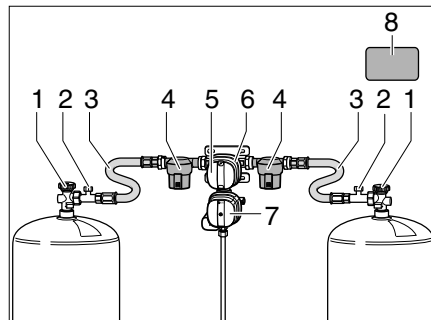
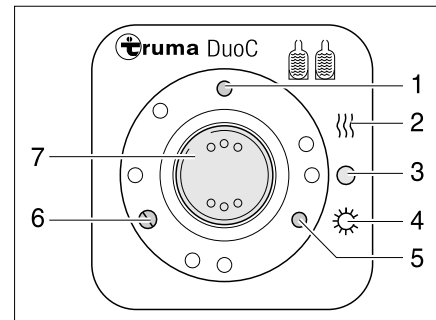
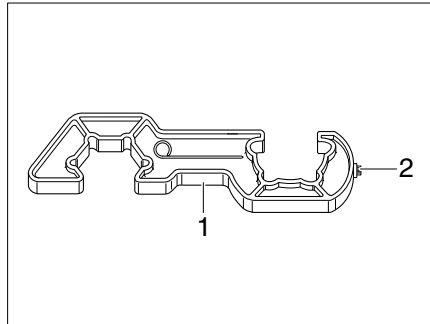
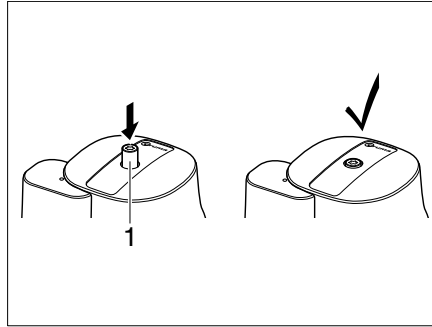

Bild 85 DuoControl-Umschaltanlage
Bild 86 Bedieneinheit
Bild 88 Schraubhilfe
Bild 89 Crashsensor
Die DuoControl-Umschaltanlage besteht aus einem Umschaltventil (Bild 85,6) und der Bedieneinheit (Bild 86). Das Umschaltventil ist zwischen den Hochdruckschläuchen (Bild 85,3) montiert. Mit dem Drehknopf (Bild 85,5) am Umschaltventil kann bestimmt werden, welche der Gasflaschen als Betriebsflasche und welche Gasflasche als Reserveflasche verwendet wird.
Das Umschaltventil (Bild 85,6) ist mit der Regler-Enteisungsanlage EisEx ausgestattet. So werden Störungen der Gasanlage im Winter vermieden.
Vor dem Umschaltventil befinden sich auf jeder Seite ein Gasfilter (Bild 85,4), der die Gasanlage vor Verölung und Verunreinigungen schützt.
An der Bedieneinheit (Bild 86) können nur die elektrischen Funktionen geschaltet werden. Die Haupt-Absperrventile (Bild 85,1) der Gasflaschen müssen von Hand geöffnet werden.
Das Umschaltventil gewährleistet einen konstanten Gasdruck, unabhängig davon, welche Gasflasche Gas liefert. Die zwei Kontroll-Leuchten an der Bedieneinheit zeigen den Füllstand der Betriebsflasche an. Wenn die grüne Kontroll-Leuchte (Bild 86,6) leuchtet, ist die Betriebsflasche voll. Wenn die rote Kontroll-Leuchte (Bild 86,5) leuchtet, ist die Betriebsflasche leer. Die Gasversorgung erfolgt dann über die Reserveflasche.
- Die Haupt-Absperrventile (Bild 85,1) an den Gasflaschen öffnen.
- Mit dem Drehknopf (Bild 85,5) am Umschaltventil (Bild 85,6) die Gasflasche wählen, der vorrangig das Gas entnommen werden soll (Betriebsflasche). Den Drehknopf immer bis zum Anschlag drehen.
- Den Wippschalter (Bild 86,7) auf "O" (Bild 86,3) stellen. Die gelbe Kontroll-Leuchte (Bild 86,1) erlischt.
- Die Haupt-Absperrventile (Bild 85,1) an den Gasflaschen schließen.
Die Kontroll-Leuchten an der Bedieneinheit (Bild 86,5 und 6) signalisieren im Fahrzeuginneren, ob die Betriebsflasche betriebsbereit ist.
Wenn die grüne Kontroll-Leuchte (Bild 86,6) während des Betriebs erlischt und die rote Kontroll-Leuchte (Bild 86,5) aufleuchtet, ist die als Betriebsflasche gewählte Gasflasche leer und muss gewechselt werden. Die Reserveflasche versorgt die Gasverbraucher weiterhin mit Gas.
- ▷ Zum An- und Abschrauben der Hochdruckschläuche die beiliegende Schraubhilfe (Bild 88,1) verwenden. Sie gewährleistet das nötige Anzugsmoment und verhindert Beschädigungen an der Verschraubung durch falsches Werkzeug.
- Das Haupt-Absperrventil (Bild 85,1) an der leeren Gasflasche schließen.
- Den Hochdruckschlauch (Bild 85,3) mit der Schraubhilfe (Bild 88) von der Gasflasche abschrauben.
- Die volle Gasflasche an den Hochdruckschlauch (Bild 85,3) anschließen.
- Das Haupt-Absperrventil (Bild 85,1) an der Gasflasche öffnen.
- Den Drehknopf (Bild 85,5) am Umschaltventil (Bild 85,6) mit einer halben Umdrehung so einstellen, dass die eben gewechselte Gasflasche als Reserveflasche dient.
- Knopf (Bild 85,2) für die Schlauchbruchsicherung am Hochdruckschlauch drücken, um sie zu aktivieren.
- Ggf. den Rückstellknopf (Bild 89,1) am Crashsensor drücken.
- ▶ Sicherheitsaufkleber (Bild 85,8) im Gaskasten beachten.
- Mit dem Torx T20 (Bild 88,2) an der Schraubhilfe den Entsicherungsknopf (Bild 89,1) eindrücken, leicht im Uhrzeigersinn drehen und 5 Sekunden lang halten.
Der Crashsensor ist betriebsbereit, wenn der Entsicherungsknopf (Bild 89,1) in der versenkten Stellung bleibt.
- Nach dem Wechsel der Gasflasche grünen Knopf (Bild 85,2) am Hochdruckschlauch (Bild 85,3) kräftig drücken.